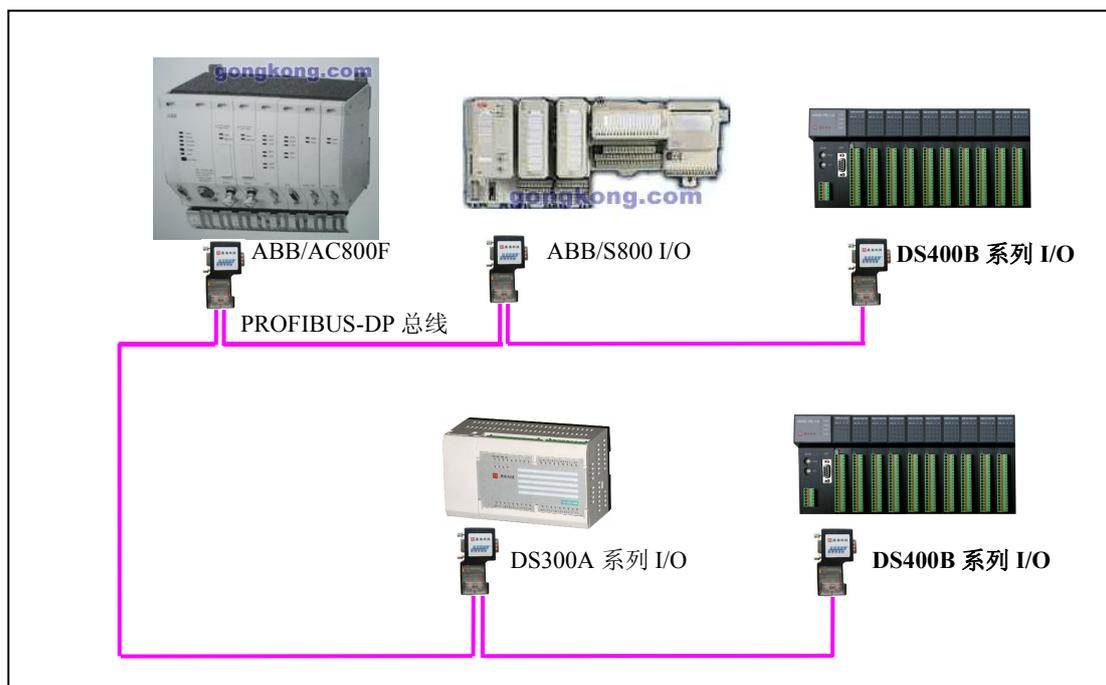

图 1-3 DS300A、DS400B 与 S800 I/O 在 ABB 的 PROFIBUS 主站 PLC 中做 I/O 扩展模块
② 可方便连接其他 PLC 或 DCS 控制器（PROFIBUS 主站）：如：ABB/AC 800F，与使用 ABB/S800 I/O 模块完全相同，见图 1-3。